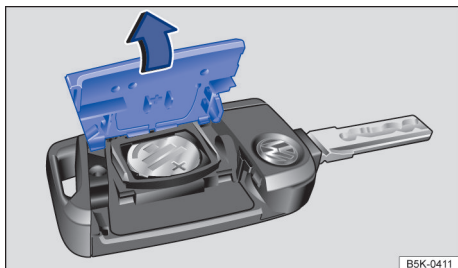

图 44 汽车钥匙：打开电池盒盖
- 用一合适的器具（例如，硬币）沿→图 44 箭头方向拆下汽车钥匙后侧的盖板→①
- 安装电池盖板，然后沿→图 44 箭头相反方向将其扣到汽车钥匙上，直至其卡定。